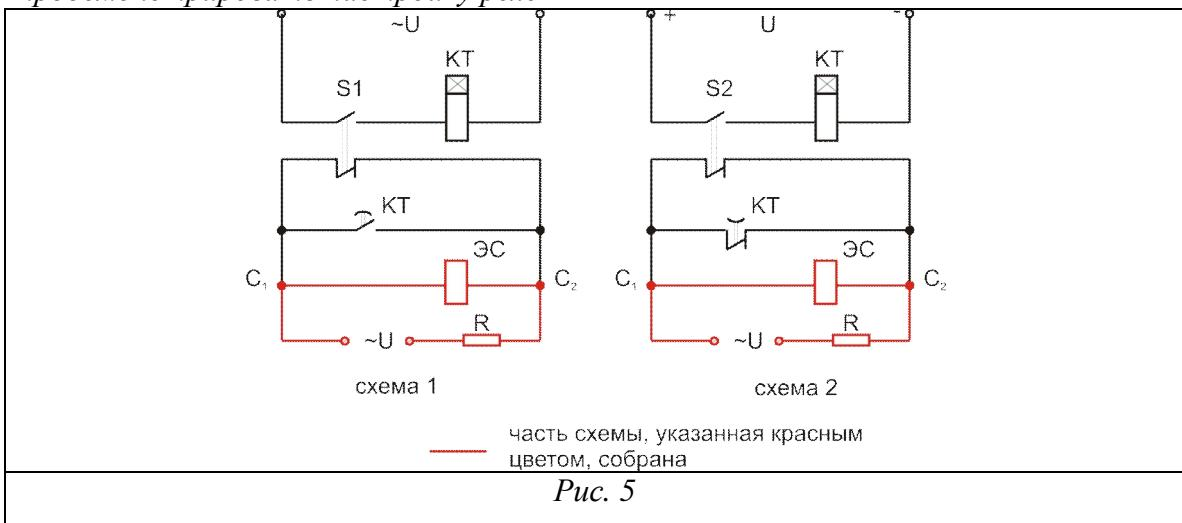

Рис. 5
5. Определить состав схемы (рис. 5), найти элементы схемы на щите. Собрать схему управления, проверить работу. Собрать силовую схему, проверить работу двигателя в процессе пуска. Продемонстрировать работу
5. Определить рабочий ток АВВ, собрав схему рис. 5, время срабатывания теплового расцепителя (или теплового реле – по указанию преподавателя). Установить токи перегрузки в 2, 5, 7, 10 раз больше, чем рабочий ток, определить время срабатывания аппарата защиты. Построить времятоковую характеристику. Продемонстрировать проведенную работу
5. Определить состав схемы (рис. 5), найти элементы на щите. Собрать схемы, включая поочередно электромеханическое, электромагнитное и пневматическое реле времени. Определить выдержки времени каждого реле. Объяснить и продемонстрировать настройку реле
6. Определить состав схемы (рис. 5), найти элементы на щите. Собрать схемы, включая поочередно реле постоянного и переменного тока. Определить токи
5. Определить состав схемы (рис. 5), найти элементы схемы на щите. Собрать схему, проверить работу двигателя. Продемонстрировать работу